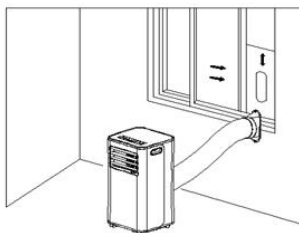
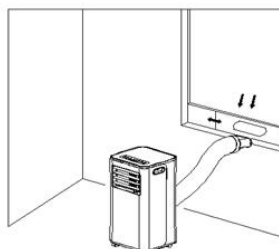

Bild 5
Bild 6
- 3) Förläng utblåsröret och knäpp fast utblåsrörets platta ände i hålet på förseglingsplattan för fönstertätning (se bild 5 och bild 6).